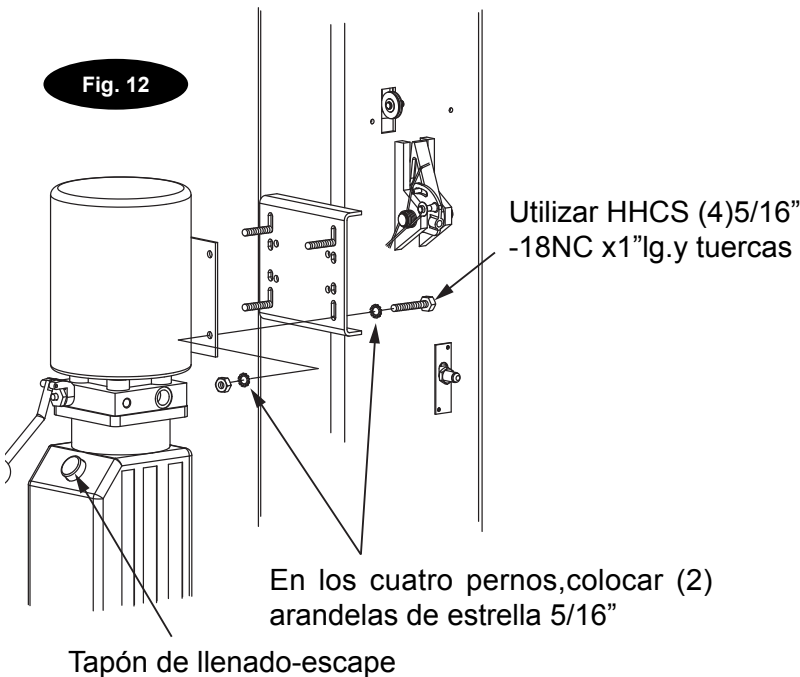

Fig. 12
**12. Unidad de alimentación:** Primero instalar una arandela de estrella en todo el (4) HHCS 5/16"-18NC x 1". Esto es muy importante para la conexión a tierra. Colocar el HHCS (4) 5/16"-18NC x 1" en los orificios del soporte de la unidad de alimentación, Fig. 12. Montar la unidad con el motor en posición superior en el soporte de la columna e instalar (4) arandelas de estrella 5/16" y tuercas 5/16". Instalar y apretar a mano la conexión a la bomba hasta que la junta tórica esté colocada. Seguir apretando la tuerca hasta que la arandela toque el colector de la bomba.